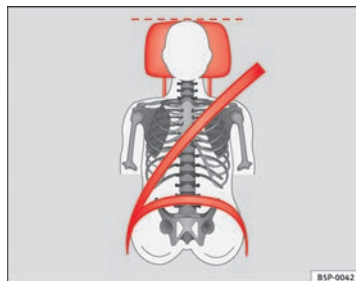
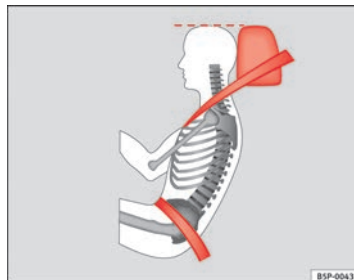

Fig. 90 Vista anteriore: poggiatesta e cinture di sicurezza posizionate correttamente
Fig. 91 Vista laterale: poggiatesta e cinture di sicurezza posizionate correttamente
- Regolare il poggiatesta portando il suo bordo superiore alla stessa altezza della parte superiore della testa, almeno all'altezza degli occhi ⇒ fig. 90 e ⇒ fig. 91.